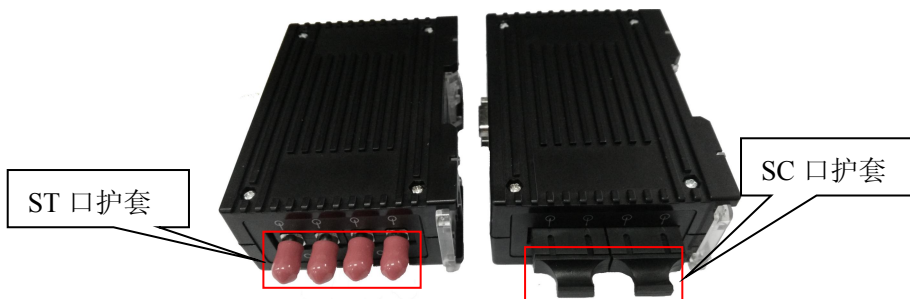

图 2-8 光纤模块护套
③. 没有用到的光纤接口要用保护套，以免损坏，如图 2-8 所示。